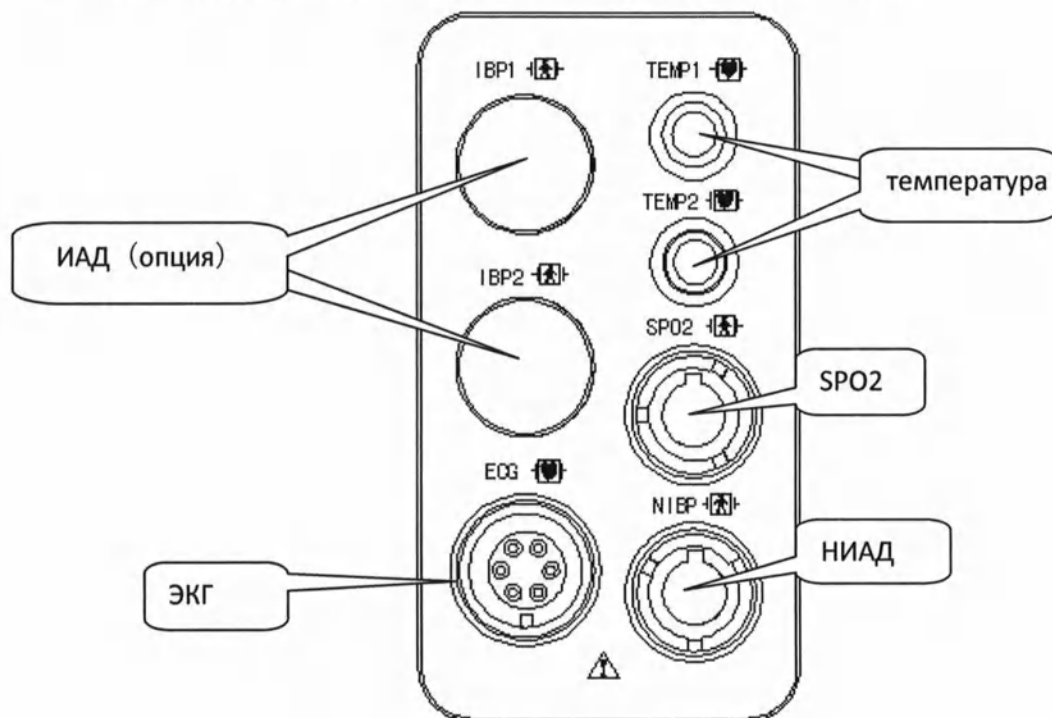

Рис. 3 Правая панель
15.6.3. Внешняя маркировка электронного блока представлена на рис. 3, рис. 4 и рис. 5. Расшифровка внешней маркировки электронного блока приведена в таблице 3.